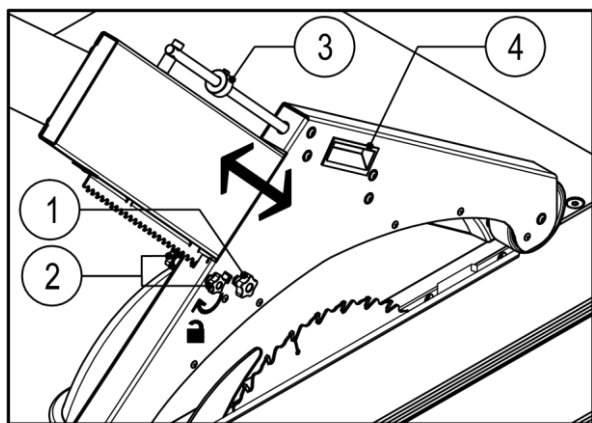

Fig.27
De hoogteaangepassing van de kap gebeurt door de stift (fig 27, 2) achteruit te trekken. Bij normaal gebruik de stift (fig 27,2) naar achter trekken en de zaagkap op de werktafel laten zakken. De zaagkap zal automatisch omhoog gaan bij het invoeren van werkstukken tot een bepaalde dikte. Voor werkstukken waar een grotere zaaghoogte vereist is: neem de zaagkap vast aan handvat (4), trekt de stift (2) naar achter en zet de zaagkap in de gewenste positie. Klemstift 2 weer naar voren bewegen en de zaagkap staat vast. De zaagkap kan nu niet meer zakken, maar zal wel omhoog gaan als er een hoger werkstuk wordt ingevoerd. Om de zaagkap te blokkeren in beide richtingen, de klemstift (fig 27,1) indraaien. Om een maximale zaaghoogte in te stellen, de ring (3) in de gewenste positie zetten.